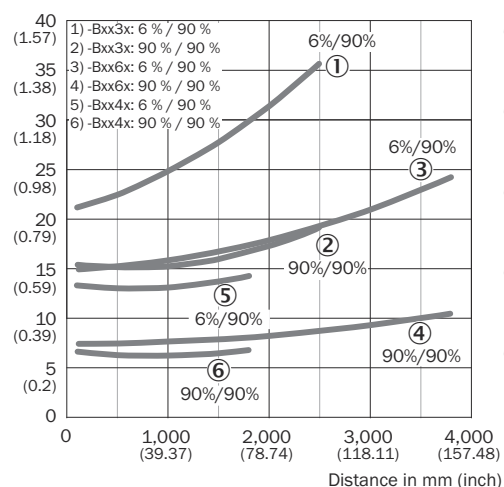

図 4: 曲線 1
使用条件の点検: 検出距離、対象物または背景までの距離、ならびに対象物の反射率に対応する図 [図 4] と照らし合わせてください (x = 検出距離、y = 対象物と背景間の最小距離 [mm] (対象物反射率 / 背景反射率) (反射率: 6% = 黒色、90% = 白色 (DIN 5033 に準拠した標準白色))。
背景抑制のための最低必要距離 (= y) は、図 [図 4 ① を参照] から以下のように読み取ることができます: